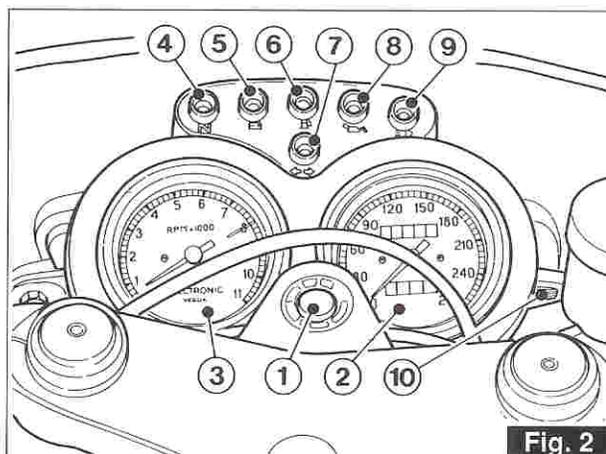

Fig. 2
#### 3.1 QUADRO DI CONTROLLO (fig. 2)
#### 3.1 CONTROL PANEL (fig. 2)
Con chiave «1» di fig. 2 in posizione «ON», il veicolo è pronto per l'avviamento.
- Fermato il motore, ruotare la chiave del commutatore di fig. 2 in posizione «OFF» ed estrarre la chiave dal commutatore.
With the key «1» in fig. 2 in position «ON», the vehicle is ready for starting.
Once the engine has stopped, turn the key switch (fig. 2) in position «OFF» remove the key from the switch.